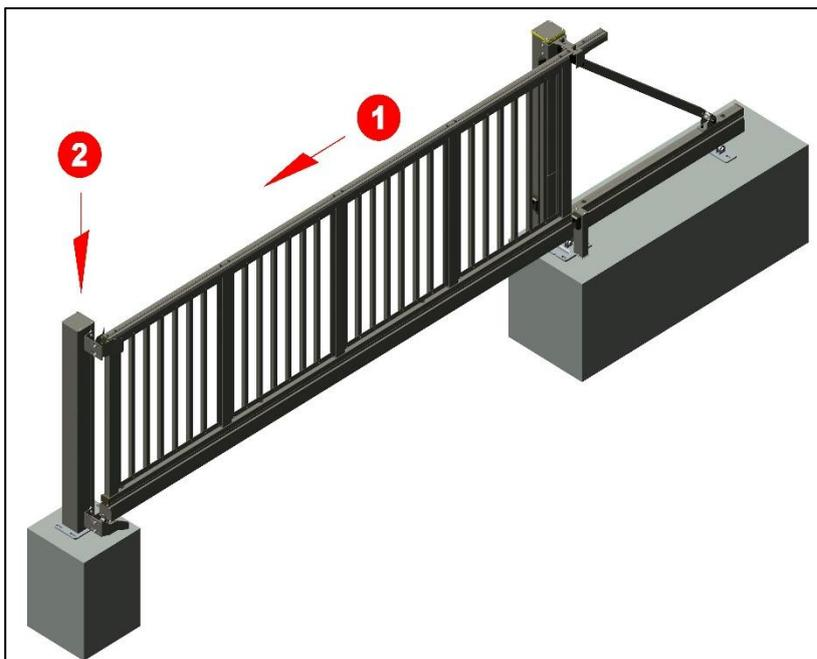

Abbildung 15: Tor im geschlossenen Zustand, Position Einlaufpfosten
1. Sicherstellen, dass sich das Tor im geschlossenen Zustand befindet (1) und Position des Einlaufpfosten bestimmen (2). Siehe *Abbildung 15: Tor im geschlossenen Zustand, Position Einlaufpfosten*.